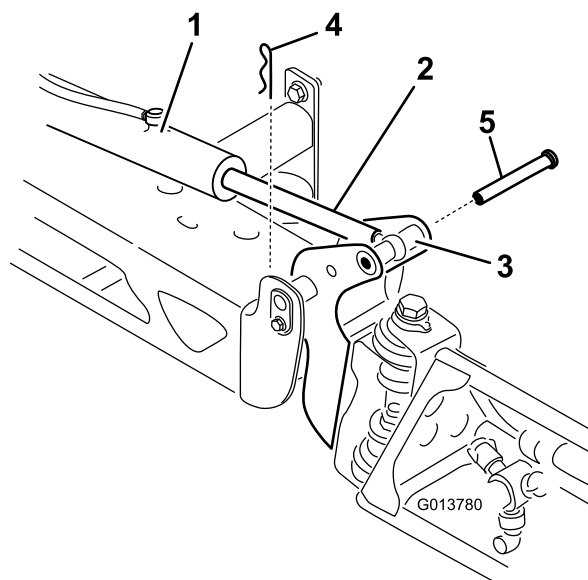

Рисунок 64
3. Поднимите стрелу, извлеките штифт (Рисунок 64) и медленно опустите стрелу на землю.
2. Извлеките шплинт из оси поворота (Рисунок 64).
9. Удерживая стрелу, проденьте штифт сквозь ось поворота стрелы и шток привода (Рисунок 64).